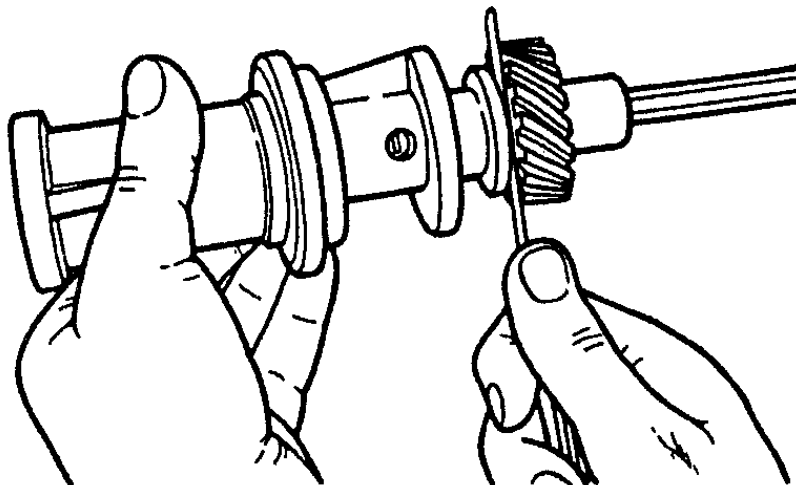

Рис.63. Проверка осевого зазора в приводе масляного насоса
4. Проверить лёгкость вращения валика от руки. Проверить щупом зазор между упорной шайбой и торцом шестерни привода (рис.63), который должен быть 0,15...0,40 мм.